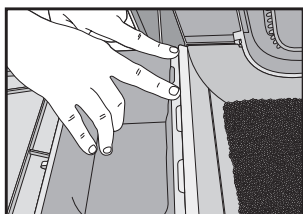
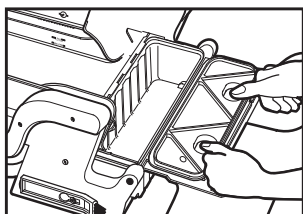

Fig. 1
Fig. 2
- Placer un contenant à déchets jetable sous le couvercle du compartiment prévu à cet effet. S'assurer que l'avant du contenant à déchets jetable se trouve sous les cinq languettes (fig. 1). Il ne doit pas y avoir de jeu entre l'appareil et le contenant à déchets jetable. Installer le couvercle du contenant à déchets jetable en insérant les pattes dans les trous ronds (fig. 2).